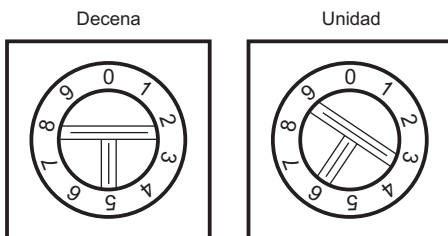

Figura 9: Llaves rotativas con la dirección 01
- 3) Seleccione la dirección del nodo a través de las llaves rotativas presentes en la tarjeta electrónica. La llave más a izquierda ajusta la decena de la dirección y la llave más a derecha ajusta la unidad (figura 9);